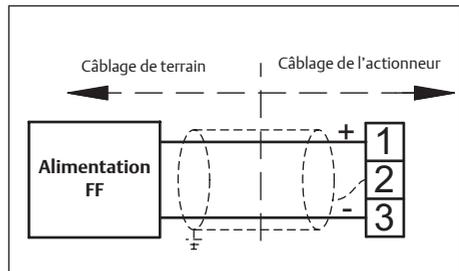

Fig. 4.3 Raccordements aux bornes
- Raccorder le signal du bus de terrain FOUNDATION™ aux bornes correspondantes (voir la figure 4.3).
- Pour un brochage du connecteur rapide de 7/8" ou M12, voir les figures 4.3 et 4.4.